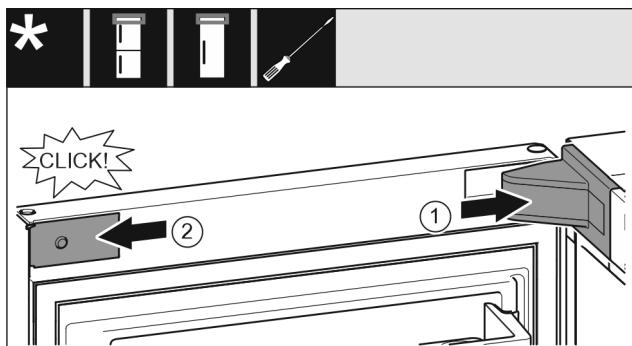

Fig. 22
- Установите и зафиксируйте крышку опорного кронштейна Fig. 22 (1), при необходимости осторожно разожмите ее.
- Установите накладку Fig. 22 (2) сбоку и зафиксируйте.